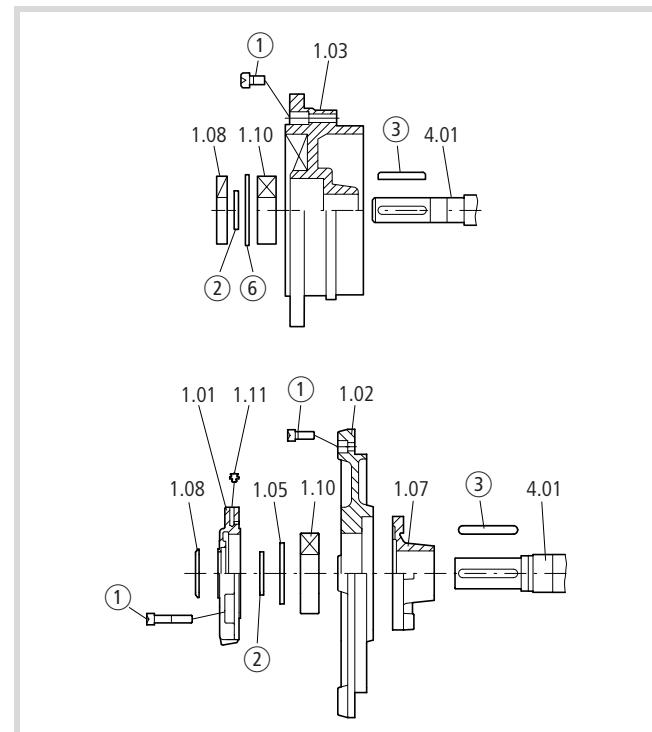

Abbildung 8: Position von Wellendichtung AS (1.08) und Lagerdeckel AS außen (1.01)
- Ziehen Sie die antriebsseitige Passfeder ③ aus der Welle.
- die Sicherungsringe ② und ⑥ bis BG 160 (→ Abb. 8)